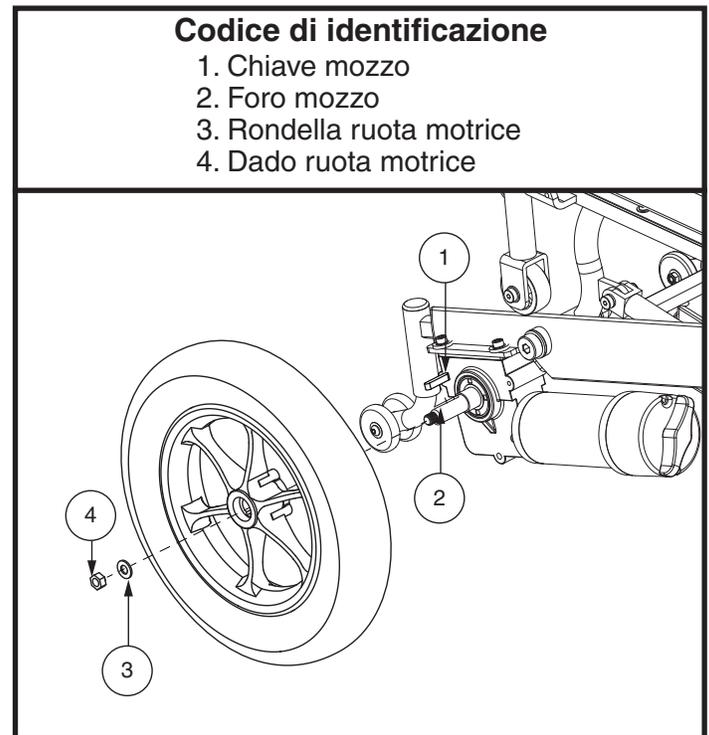

Figura 15. Ruota motrice
3. Rimuovere il dado della ruota motrice e la rondella dall'asse. **Vedere figura 15.**